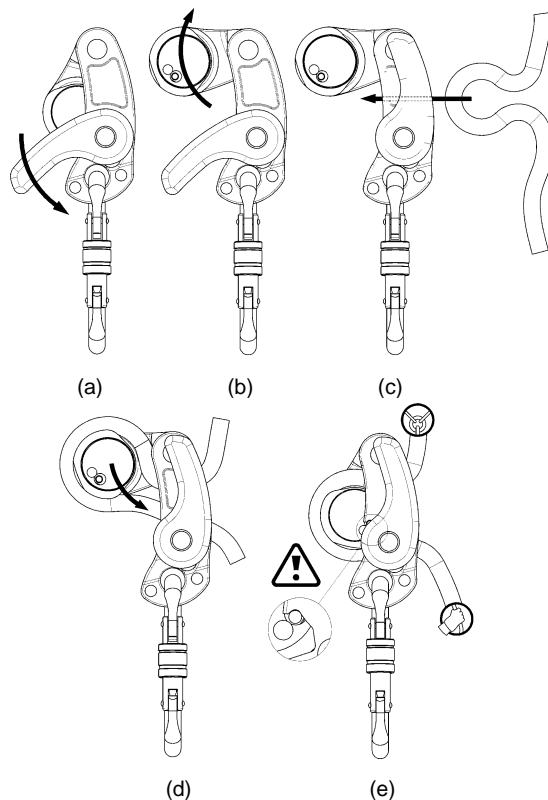

Рис. 2
**Шаг 1.** Поверните ручку управления устройством в крайнее положение против часовой стрелки (рис. 2а). При этом происходит расцепление штырька механизма адаптации с передней щекой.
**Шаг 2.** Удерживая ручку в крайнем положении, поверните кулачок по часовой стрелке (рис. 2б). Отпустите ручку в исходное положение.
**Шаг 3.** Введите веревочную петлю (рис. 2с) в пространство между щеками.
**Шаг 4.** Наклейте веревочную петлю на кулачок (рис. 2д). Веревка должна лечь в канавку кулачка.
**Шаг 5.** Поверните кулачок в исходное положение против часовой стрелки до попадания штырька в канавку передней щеки и появления характерного щелчка (рис. 2е).